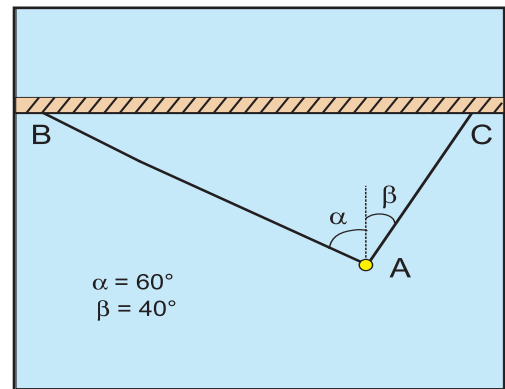

Fig. 32
8. Une boule (A) assimilée à un point matériel de masse $m = 100 \text{ g}$ est suspendue (Fig.32) par l'intermédiaire de deux fils (AB) et (AC) faisant avec la verticale respectivement les angles $\alpha = 60^\circ$ et $\beta = 40^\circ$.